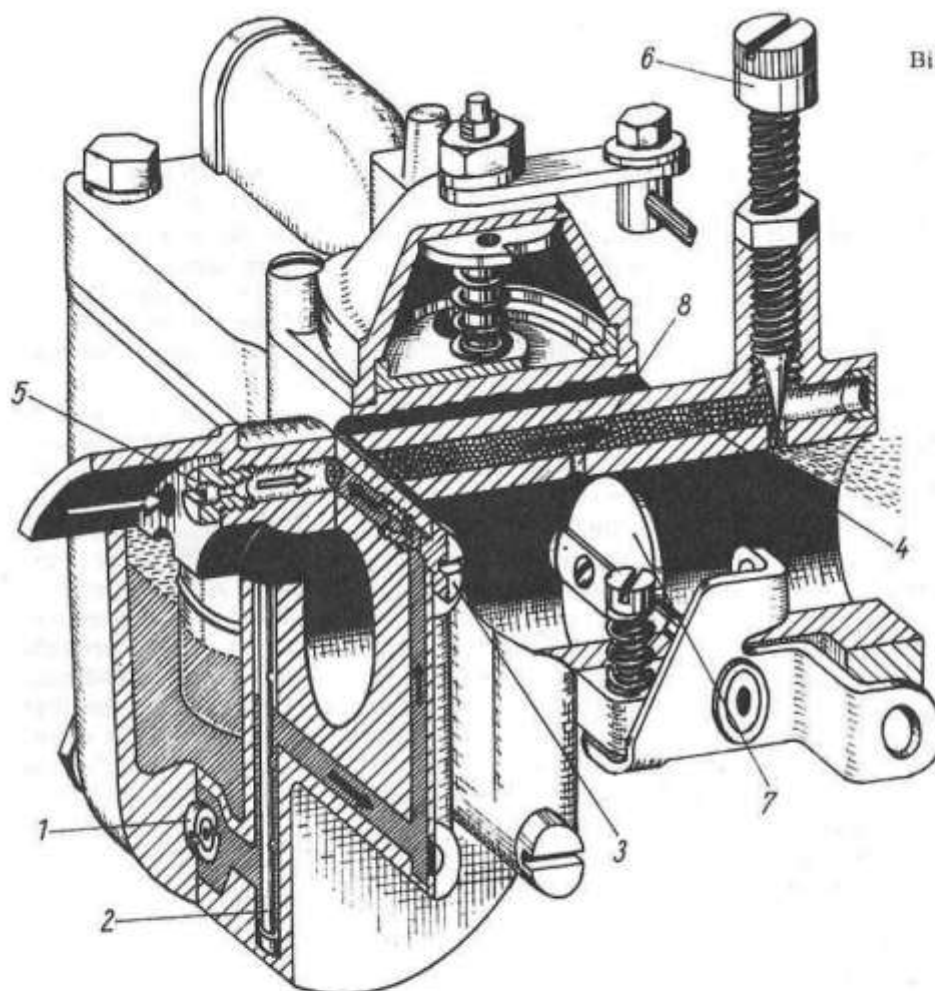

Bild M 62. Vergaser – Leerlaufsystem
Dazu wird der Kraftstoff, wiederum durch den entstehenden Unterdruck im Kurbelgehäuse, aus dem Schwimmergehäuse über die Hauptdüse (1) – Bild M 62 –, das Mischrohr (2), die Leerlaufdüse (3) und die Leerlaufgemisch-Austrittsbohrung angesaugt. Im Leerlaufkanal (4) wird der Kraftstoff durch die Leerlaufdüse (5) zu einem Kraftstoff-Luft-Gemisch aufbereitet. Zur Dosierung des Kraftstoff-Luft-Gemisches für einen guten Leerlauf des Motors dient die Leerlaufgemisch-Regulierschraube (6).